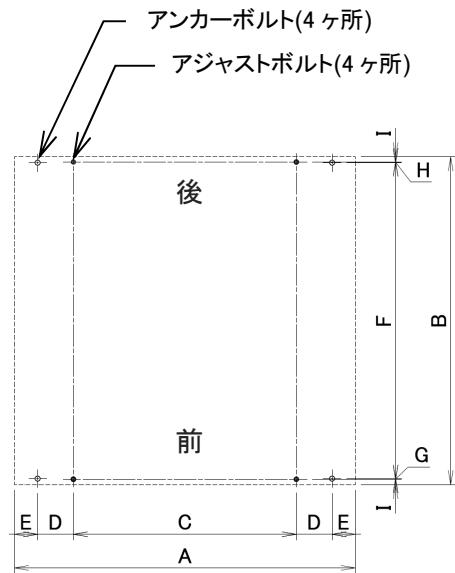

図 4-2
- 機械の据付は、機械自重による床荷重(620kg/m^2)に充分耐えられる所で、かつ、水平な所であれば、特別な基礎工事の必要はなく、簡易基礎にて水平を出し、4 本のアンカーボルトにて固定するだけです。ただし、特に地盤の弱い所は、(図 4-2)を参照の上基礎工事をしてください。また、機械の据付は水平器を用いて、左右は水平にし、機械の前後方向は機械前側が少し上がり気味になるように据付してください。